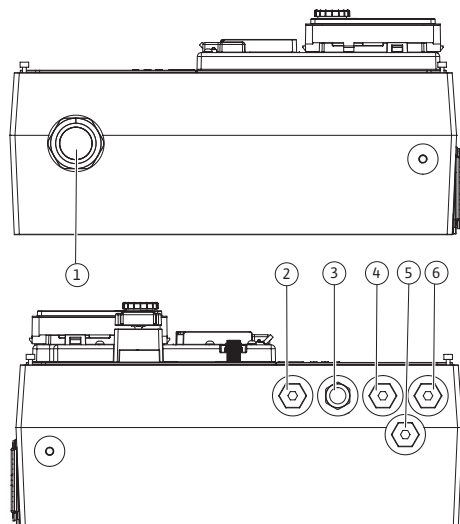

Fig. 24: Kabelanslutningar/
På ena sidan av elektronikmodulen (Fig. 24) finns fem kabelgenomföringar till kopplingsutrymmet. På andra sidan finns kabelgenomföringen för spänningsförsörjningen. Spänningsförsörjningen till den elektriska fläkten på elektronikmodulen finns inuti och är fabriksinställd.
Dra anslutningskabeln genom kabelförskruvningen M40 (Fig. 24, pos. 4, vid 11 kW ... 22 kW).